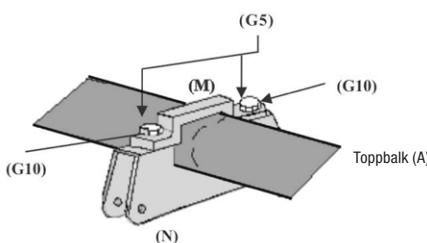

Fig 11
7. Fäst det övre och undre fästet (M och N) till tvillinggungan på toppbalken (A) med 28 mm M8 6-kantsbult (G5), M8 brickor (G10) och M8 nylongrundskruv (G9). Se till att fästet sitter ordentligt fast på toppbalken. Se fig 11 och 12.